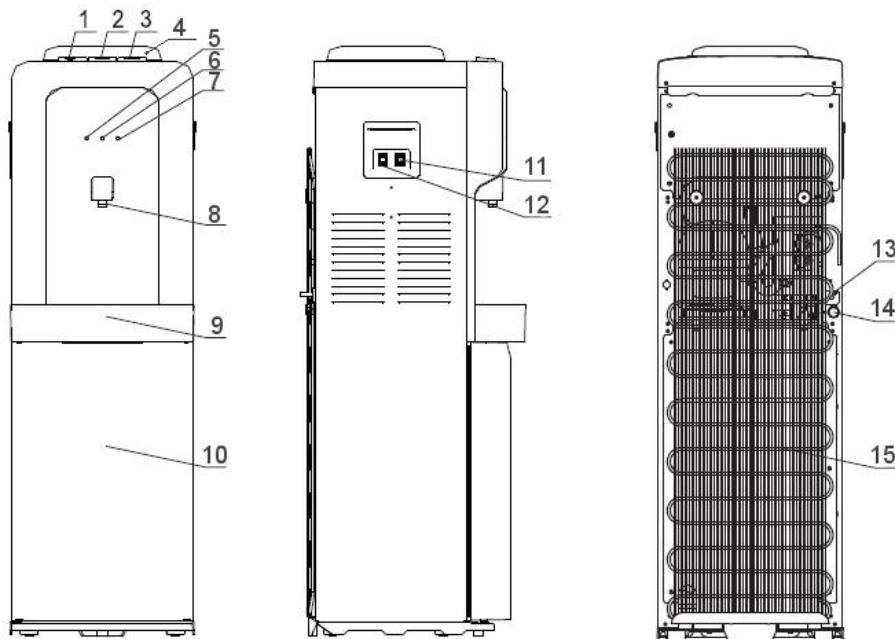

Рис. 1. Схема аппарата V900 CS
3. Возьмите емкость для воды и слейте с краника холодной воды воду. Убедитесь, что горячая вода в аппарате остыла и только после этого слейте горячую воду с краника горячей воды. Остатки воды в системе необходимо слить, открыв пробку из отверстия для слива воды, расположенного на задней стенке аппарата (рис.1 - 14). Вставьте пробку обратно в отверстие для слива воды.
8. Через 5-6 часов слейте раствор из системы: слейте воду из краников холодной и горячей воды, остатки раствора слейте через отверстие для слива воды (рис.1 - 14). Вставьте пробку обратно в отверстие для слива воды.
9. Промойте аппарат чистой водой (необходимо залить в систему около 4 литров чистой воды и слить через кранники горячей и холодной воды, отверстие для слива воды (рис.1 - 14)). При необходимости повторите процедуру. Вставьте пробку обратно в отверстие для слива воды.
5. Остатки воды в системе необходимо слить, открыв пробку из отверстия для слива горячей воды (рис.1 - 14).